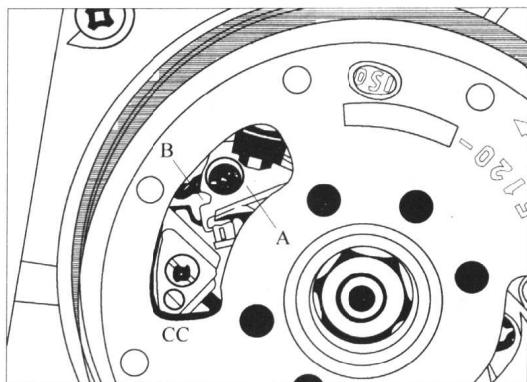

图 1-7 50~70mL 型断电器的间隙调整
此种型号的摩托车发动机是以改变断电器触点来调整点火正时的, 如图 1-7 所示。调整方法如下:
(1) 转动发动机, 直至转子上的 “F” 标志对准其规定的指标为止。
- (2) 将触点测试器跨接于点火点之间，并接通试点火。
- (3) 如图 1-7 所示，将螺钉 A 稍微拧松，然后插入螺丝刀在 B 槽内，并移动固定触点，直至触点打开为止。